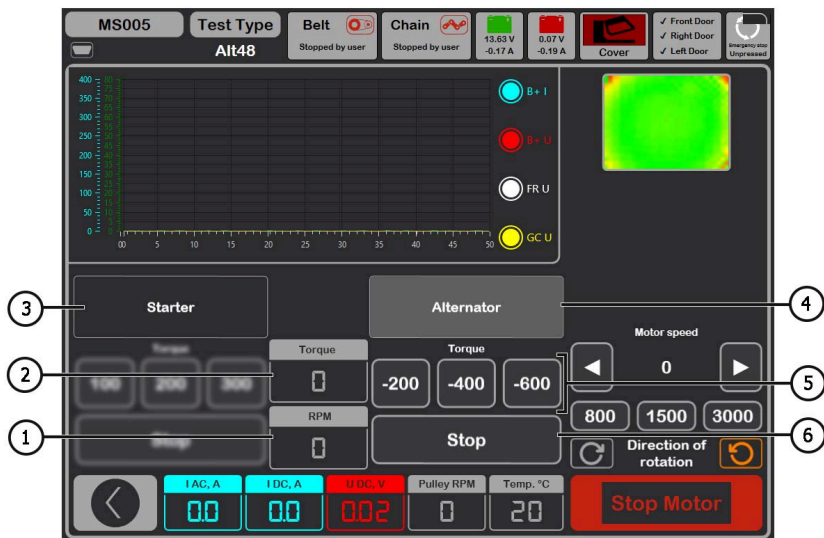

Рисунок 28. Меню режиму перевірки генератора 48В
У режимі діагностики генераторів 48 В (рис. 28) на екрані може відображатися така характерна інформація:
- 6.1 Послідовно збільшуйте або зменшуйте момент опору (поз. 5 рис. 28). При цьому значення струму "I DC, A" має також пропорційно збільшуватися або зменшуватися.
- 6.2 Кнопкою "Stop" (поз. 6 рис. 28) зупиніть режим перевірки.
- 7.2 Кнопкою "Stop" (поз. 6 рис. 28) зупиніть режим перевірки.